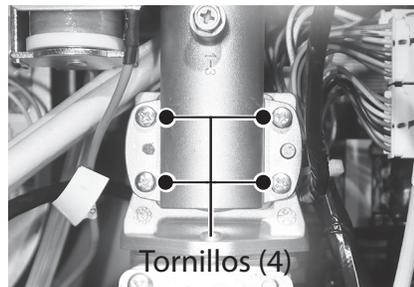

Figura 87 - Retire los tornillos de la válvula de gas
- 13 Ubique y retire los cuatro tornillos que fijan la válvula de gas al múltiple de gas. Deje los tornillos a un lado en un lugar seguro para volver a instalarlos. Consulte la Figura 87.
- 17 Retire el tubo transparente de gas de la válvula de gas y déjelo a un lado. Consulte la Figura 87.
- 18 Desconecte los dos mazos de cables que están conectados a la válvula de gas. Consulte la Figura 87. Los cables están etiquetados como se indica a continuación:
- 29** Ubique los cuatro tornillos que se retiraron anteriormente en el Paso 13 y fije el múltiple de gas a la válvula de gas. Consulte la Figura 87.